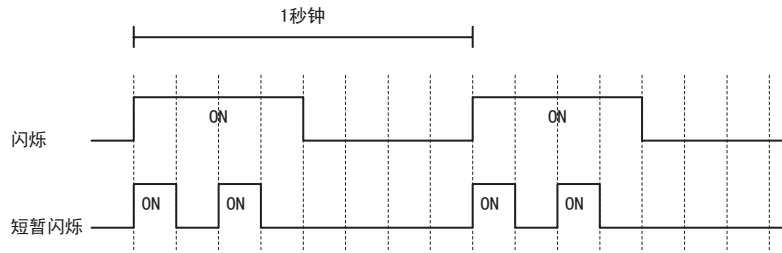

图 4.2 关于 RUN 指示灯的闪烁状态
* 关于 RUN 指示灯的闪烁与短促闪烁的差异，请参照“图 4.2 关于 RUN 指示灯的闪烁状态”。